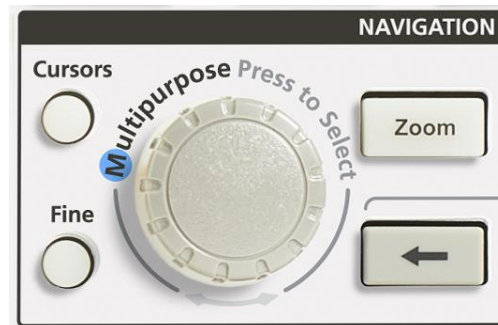

图 10. Cursors 和 Fine 按钮的位置 (2 通道型号)
2. 按下 MPK 边上的 **Cursors** 按钮 (图 10).